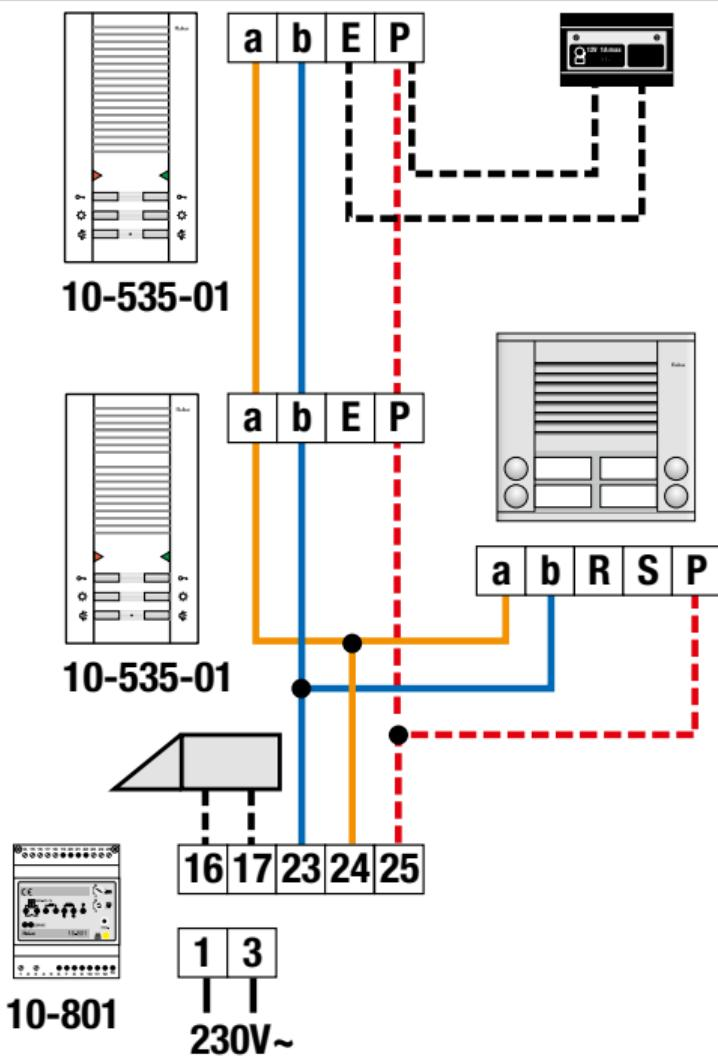
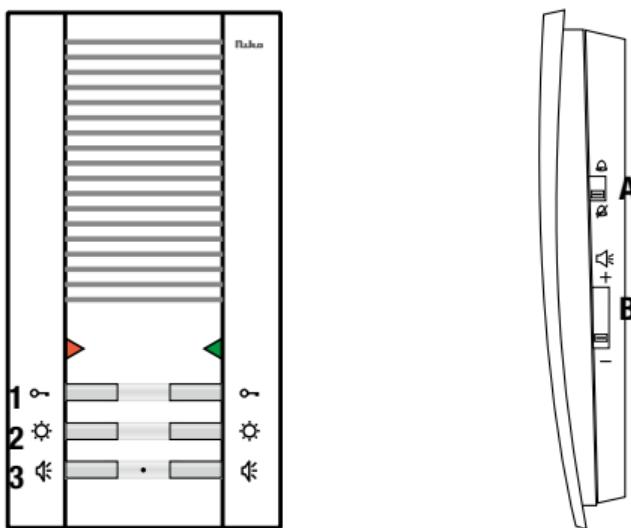

fig. 3: schéma de raccordement complet
fig.4: vue de face et vue latérale du poste intérieur
- Appuyez sur la touche de l'ouvre-porte (touche de fonction 1) ↠ pour ouvrir la gâche (fig.4). Vous pouvez régler la durée d'ouverture de la gâche, de 0,8s à 8s, sur le module d'alimentation (voir mode d'emploi du module d'alimentation).
Mettez l'interrupteur sélectif A (fig.4), situé sur le côté du poste intérieur, en position 'arrêt'  pour modifier la tonalité du poste intérieur. La LED rouge sur le poste intérieur s'illuminera et restera allumée.
Le volume de la tonalité peut être réglé sur le poste intérieur à l'aide de l'interrupteur coulissant B, situé sur le côté du poste intérieur (fig.4).
Un bouton de sonnerie d'étage (un bouton-poussoir avec un contact N.O. p.ex. 05-540) peut être raccordé sur le poste intérieur. Utilisez les bornes E et P du connecteur à vis (fig. 3). Mettez l'interrupteur sélectif A en position 'arrêt', puis immédiatement en position 'marche' pour modifier la tonalité du poste intérieur. Appuyez brièvement sur la touche de fonction 3. Les LED rouge et verte s'illuminent. Enfoncez la touche de fonction 2 (fig.4) pour écouter la première tonalité. Appuyez chaque fois de nouveau sur cette touche de fonction pour écouter la tonalité suivante. Pour sélectionner la tonalité souhaitée, il suffit d'attendre que les deux LED s'éteignent ($\pm 8s.$). La dernière tonalité écoutée est maintenant réglée.